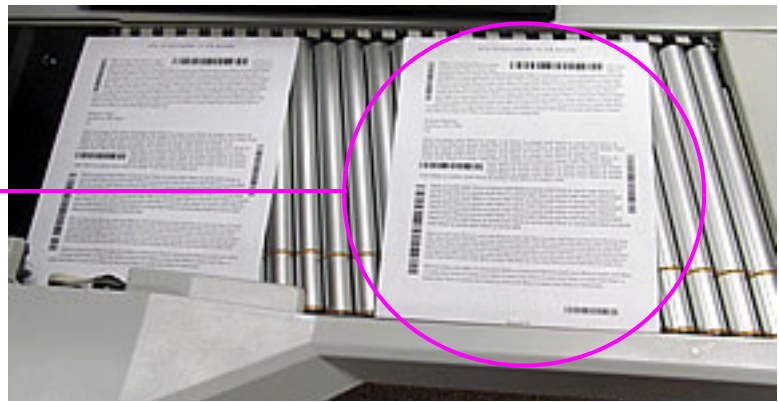

Abbildung 3-30: Optimaler Ablegebereich
3. Legen Sie das erste Element auf das Transportband, wie in Abbildung 3-30 gezeigt. Das Element wird in den Scanner eingezogen und ein Miniaturbild wird auf dem Betriebsbildschirm angezeigt, und ein größeres Bild des Elements erscheint im Bildanzeigefenster.